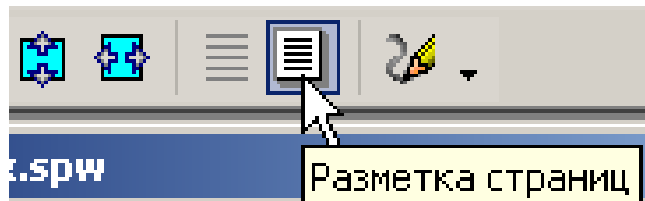

Рис. 70
9. Для заполнения основной надписи перейдите в режим **Разметка страниц**, рис. 70.